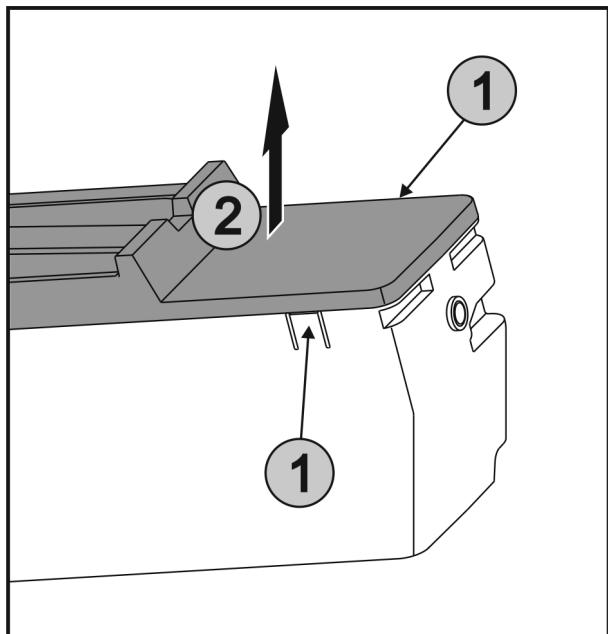

Fig. 52
- ▶ Одновременно нажать на накладки Fig. 52 (1) на обеих сторонах EasyTwist-Ice и снять крышку Fig. 52 (2) движением вверх.